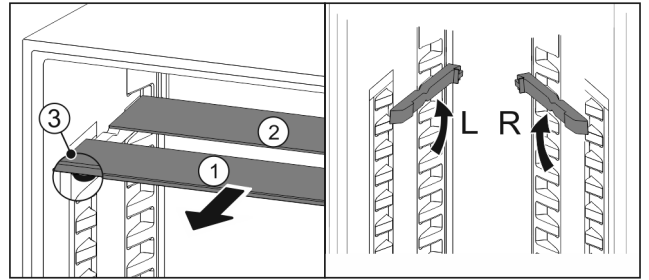

Fig. 29
- ▶ Retire las planchas de cristal individualmente hacia delante Fig. 29 (1).
- ▷ La placa de vidrio Fig. 29 (1) con moldura está situada delante.
- ▷ Los topes Fig. 29 (3) miran hacia abajo.